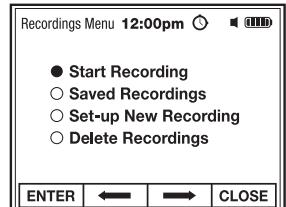

Fig. 4
1. En el Menú Grabaciones, seleccione e INGRESE Iniciar una Grabación (Fig. 4).
1. Desde el Menú de Grabaciones (Fig. 4), seleccione e INGRESE Grabaciones Guardadas (Fig. 13).
1. En el Menú de Grabaciones, seleccione e introduzca Borrar Grabaciones (Fig. 4).